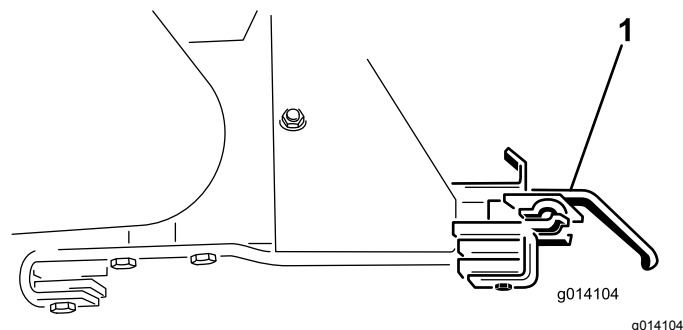

Рисунок 59
18. Снимите два монтажных кронштейна дополнительного орудия (Рисунок 59).